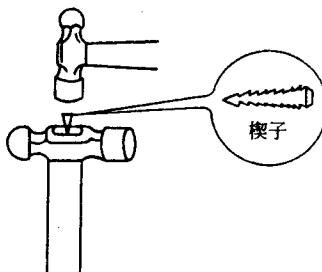

图 1-2 锤柄安装
- (1) 手锤平面应平整，有裂痕或缺口的手锤不能使用。
- (2) 锤柄安装要牢固可靠。为防止锤头脱落，必须在端部打入楔子，将锤头锁紧，如图 1-2 所示。
- (3) 锤柄不得当撬棍，以免锤柄折断或受损伤。
- (4) 使用手锤时，手柄和锤